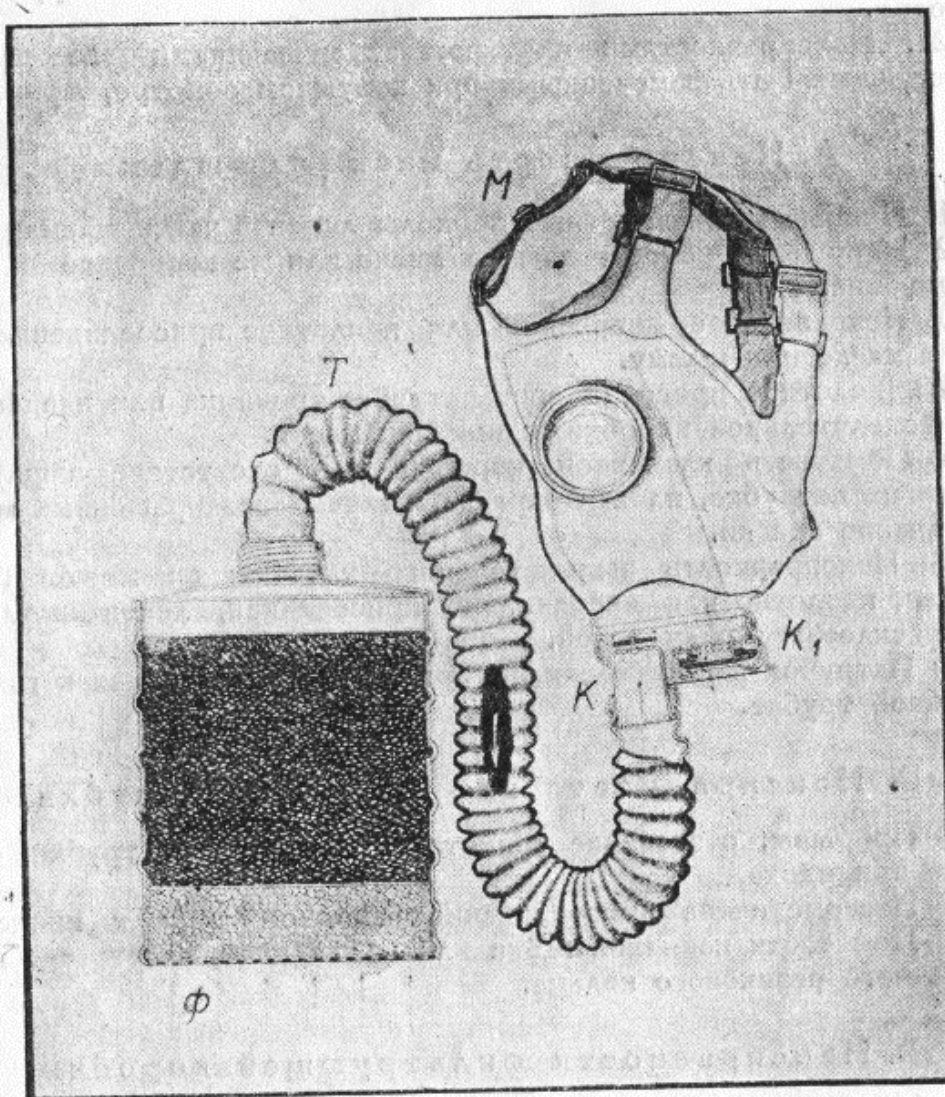

Рис. 1. Схема действия фильтрующего противогаса Ф — фильтр; Т — гофрированная резиновая трубка; К — вдыхательный клапан; К — выдыхательный клапан; М — маска.
15. Фильтрующий противогаз (рис. 1) состоит из резинового шлема или полумаски, соединительной непереламывающейся трубки из гофрированной резины, фильтрующей металлической коробки с поглотителем, сумки для хранения с плечевой тесьмой для ношения.